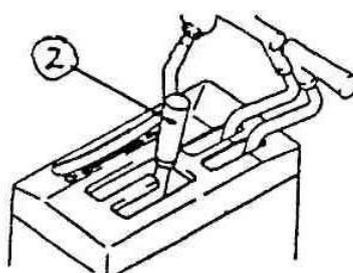

Рис. 2-5
#### 2.2.2.1.2 Рычаг переключения передач (2) (Рис. 2-5)